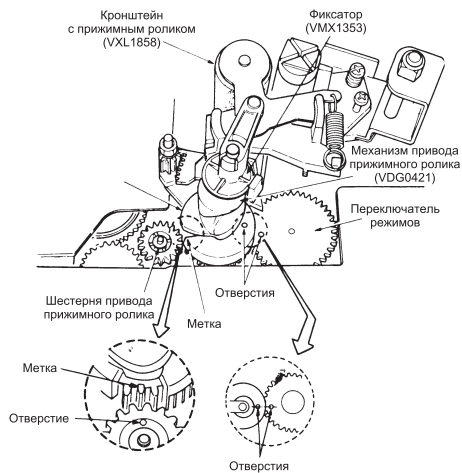

Рис. 13. Установка механизма привода прижимного ролика
9. Устанавливают механизм привода прижимного ролика так, чтобы выступ рычага поста Р5 входил в углубление механизма привода, а метка на механизме привода находилась напротив отверстия в шестерне привода прижимного ролика. В то же время отверстия в механизме привода и в программном переключателе должны находиться друг напротив друга, как показано на рис. 13. Затем устанавливают кронштейн с прижимным роликом и закрепляют его фиксатором.